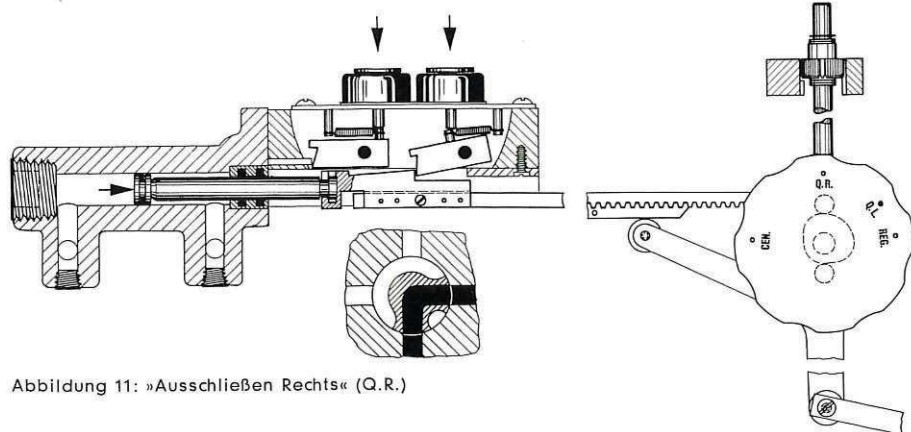

Abbildung 11: »Ausschließen Rechts« (Q.R.)
Bei der Stellung »Ausschließen Rechts« (Abbildung 11) sind beide Wählmagnete betätigt. Durch den linken Wählmagnet wird die linke Wahlklinke aus der Schlittenführung gedrückt, während die rechte betätigte Klinke die Schlittenbewegung stoppt. Das Wählventil ist um eine $\frac{3}{4}$ -Umdrehung gedreht worden und lenkt den Flüssigkeitsstrom über den Verbindungskanal (3) zum Zylinder der rechten Schraubstockbacke. Außerdem wird der Drehgriff in die Stellung »Rechts« (Q.R.) gedreht.